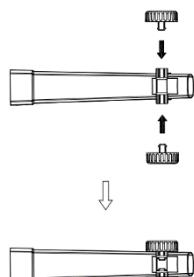
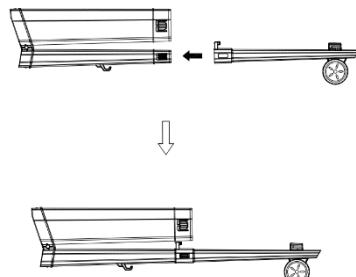
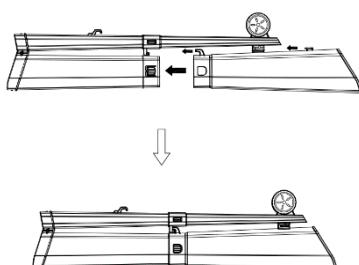
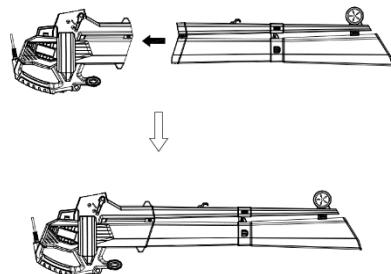

Fig. 2
Fig. 3
Fig. 4
Fig. 5
1. Montar la rueda y el tubo soplador/de aspiración (Fig.2 Fig.3 Fig.4 Fig.5)
- Extraiga las dos ruedas y el tubo del soplador, sujetel tubo del soplador e instale las dos ruedas, consulte la Fig.2.
- Deslice el tubo del soplador en el tubo central. Consulte la Fig. 3.
- Saque el tubo de succión, coloque el tubo de succión en el tubo central, el tubo de succión encaja en su lugar. Consulte la Fig. 4.
- Coloque todo el tubo en el cuerpo de la máquina. Consulte la Fig. 5